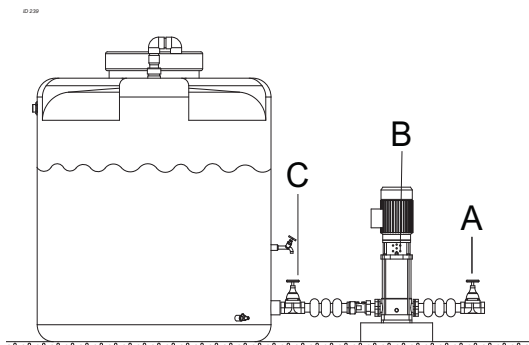

Figure 8: Pré-pression suffisante
7.4.1 En circuit ouvert ou fermé avec une pression d'alimentation suffisante (voir figure 8 Pré-pression suffisante)